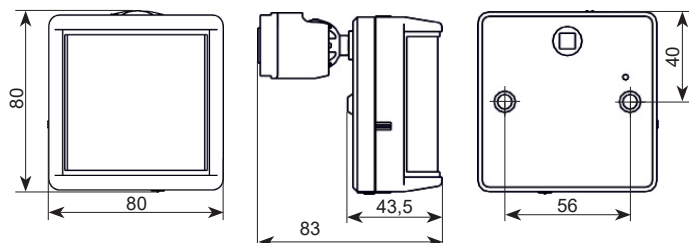

Рисунок 3
- Закройте корпус датчика, для этого ориентируйте крышку с основанием так, чтобы знаки на крышке и основании соответствовали рис. 3. Совместите пазы верхнего края крышки и основания и закройте крышку до срабатывания фиксатора.